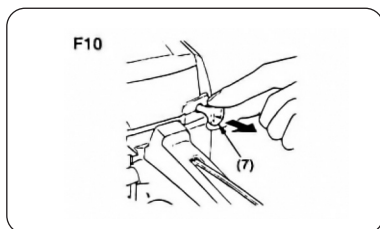

Рис. 9
- Вытянуть рукоятку и установить заслонку в закрытое положение (Рис. 9).